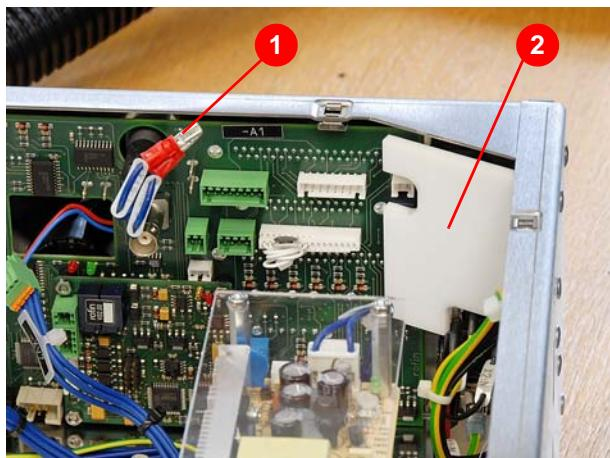

Abbildung 8.79 Sicherung / Schutzabdeckung
14. Steckverbinder der Sicherung -F2 (1) (Abbildung 8.79) an der Karte zusammenstecken.
15. Schutzabdeckung (2) über dem Netzanschluß montieren.